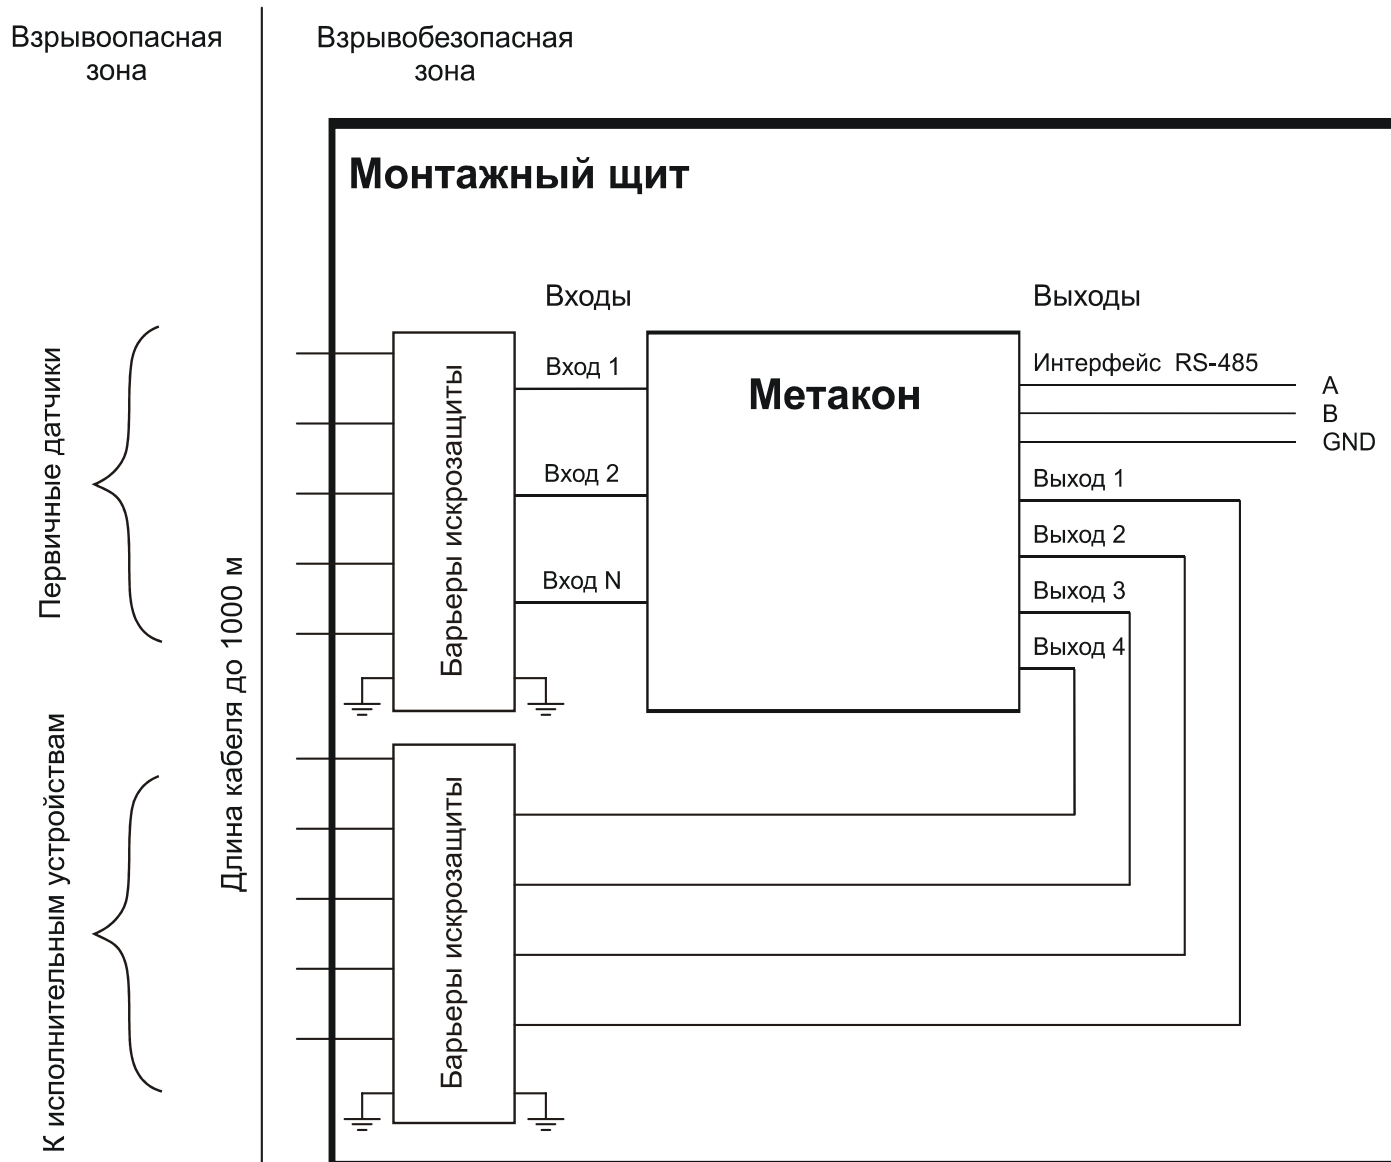

Рис. 7.1
7.4. Функциональная схема подключения барьеров искробезопасности к приборам серии **МЕТАКОН** приведена на рис.7.1.